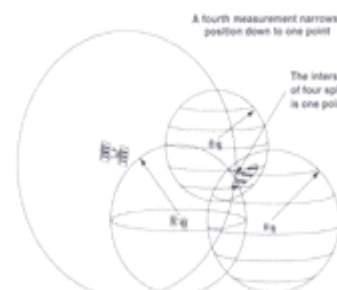

图 4
④再增加一个卫星，就可以唯一确定一个点（如图 4），此时点的属性是三维，